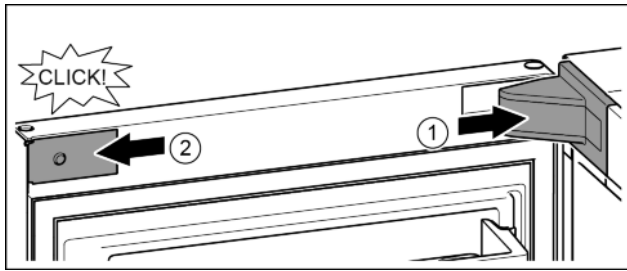

Fig. 24
- Afdekking van de lagerbus aanbrengen en vastklikken, en indien nodig, voorzichtig uit elkaar drukken. Fig. 24 (1)
- Paneel zijdelings aanbrengen en vastklikken. Fig. 24 (2)